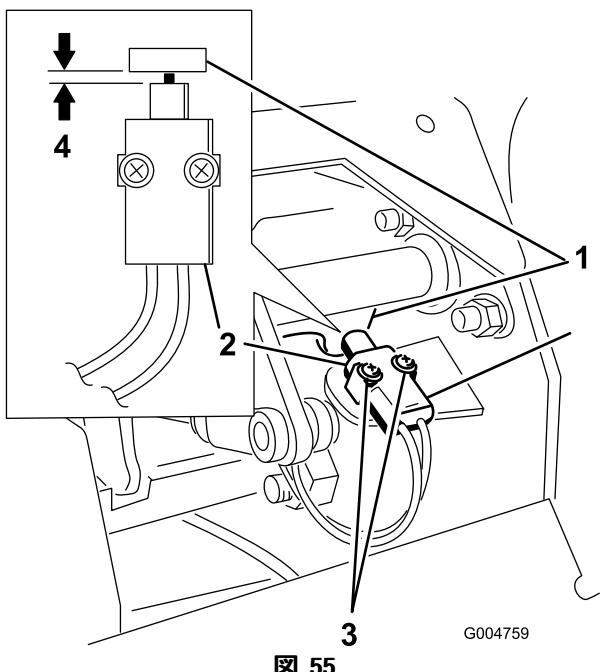

図 55
- ブレーキ・シャフトのタブとインタロック・スイッチのボディーとの距離が 0.4~1 mm になるように、スイッチの位置を調整する(図 55)。